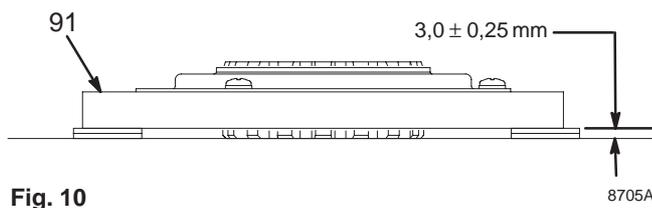

Fig. 10
1. Fig. 10. Coloque dos pilas de dos monedas de duro sobre la superficie uniforme de un banco.
2. Coloque el inducido (91) sobre las dos pilas de monedas.